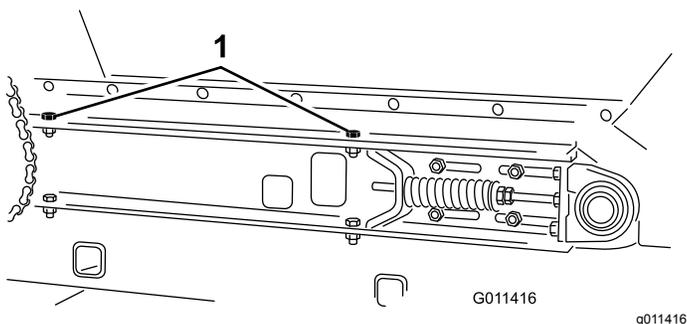

图32
4. 卸下机器两侧将料斗固定至滑行滚道的 2 个平头螺丝、垫圈和螺母 图32。